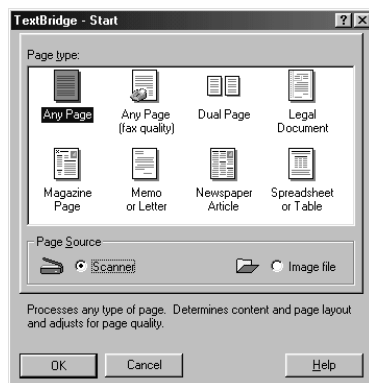

Figure 31 : Sélectionner la 'Page Source'
4. A la 'Page Source', cliquez sur 'Scanner' (voir figure 31).